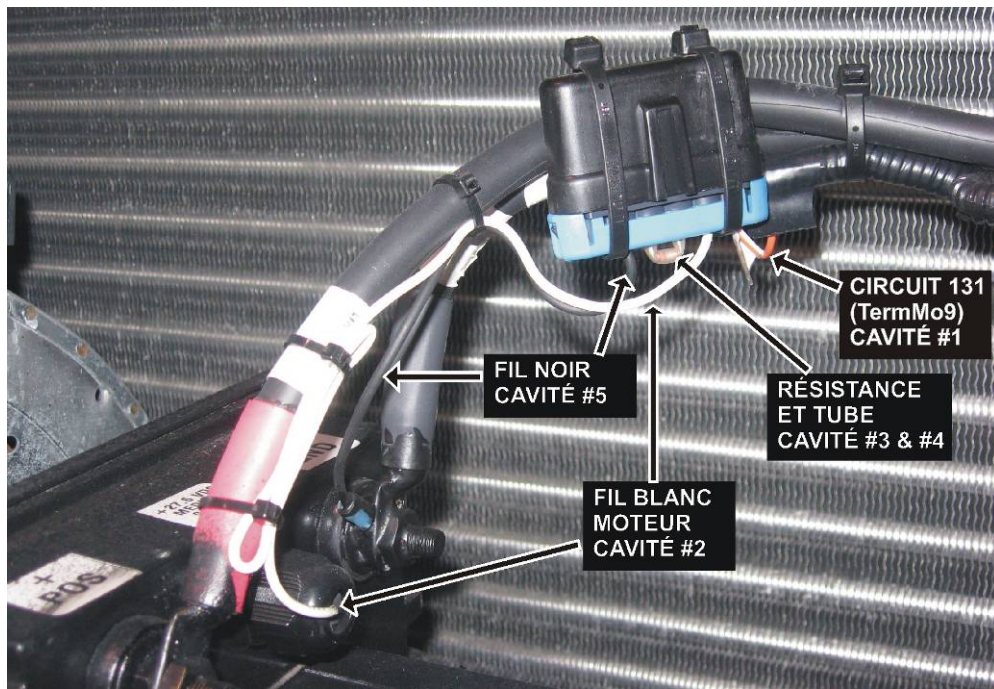

FIGURE 4
7. Effectuer les connexions selon la figure 4. Placer le bouchon 561783 dans la cavité #6 du connecteur.